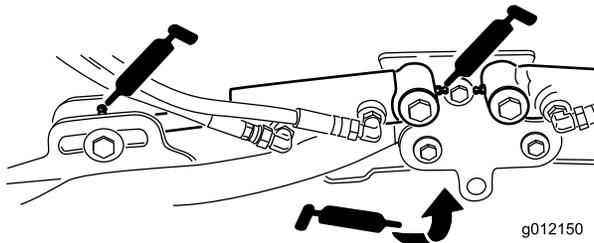

**Figura 46**
- Giunto ad U del semiassie fra motore e pompa (3) (Figura 46)